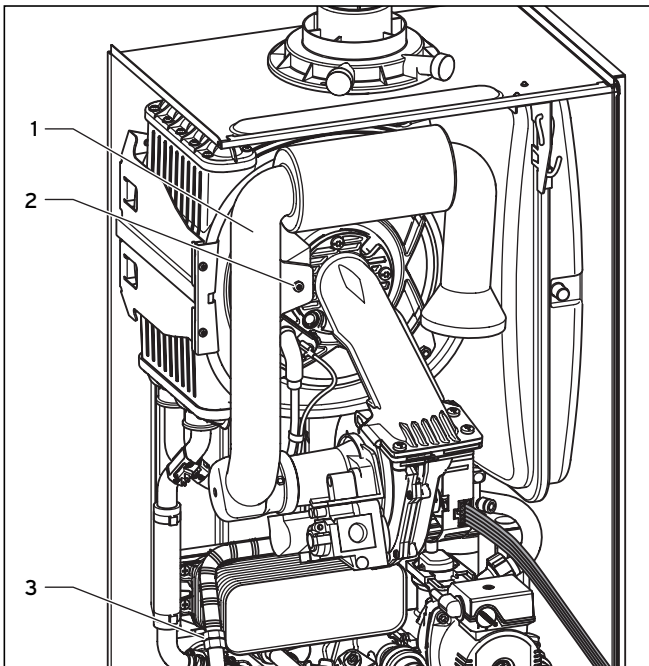

Abb. 8.7 Gaszuleitung anschließen
- Prüfen Sie die Gasdichtheit an den Gasanschlüssen (3) und (11) mit Lecksuchspray! (Abb. 8.7 und 8.8).
- Prüfen Sie, ob der blaue Dichtring im Luftansaugrohr (1) richtig im Dichtungssitz liegt, siehe Abb. 8.7.
- Stecken Sie das Luftansaugrohr auf den Ansaugstutzen und befestigen Sie das Rohr mit der Halteschraube (2), siehe Abb. 8.7.